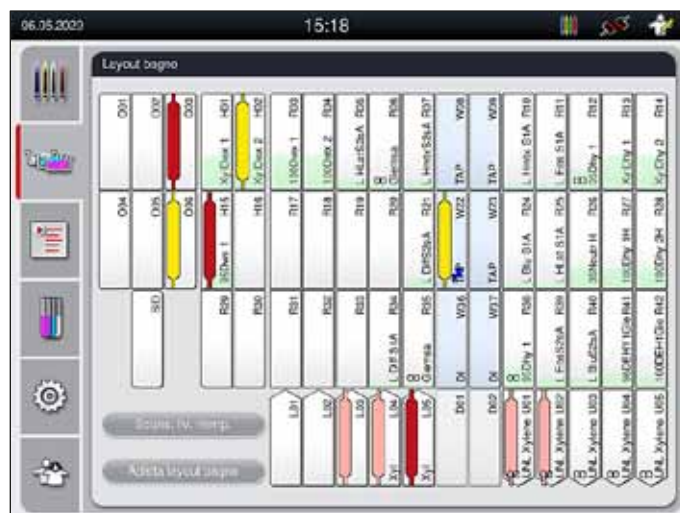

Fig. 85
8. Il colore della maniglia riconosciuto e la corrispondente abbreviazione del programma vengono visualizzati nel layout del bagno della relativa stazione (→ "Fig. 85").
- Layout del bagno con dettagli stazione (→ "Fig. 85").
- Nell'Indicatore di stato del processo non vengono mostrati all'utente la disponibilità e il numero selezionato di differenti stazioni di uscita. Si consiglia di usare il menu Layout bagno per monitorare il processo (→ "Fig. 85") quando si usano differenti reagenti nelle stazioni di uscita, per poter reagire tempestivamente quando viene raggiunta la capacità di scarico.